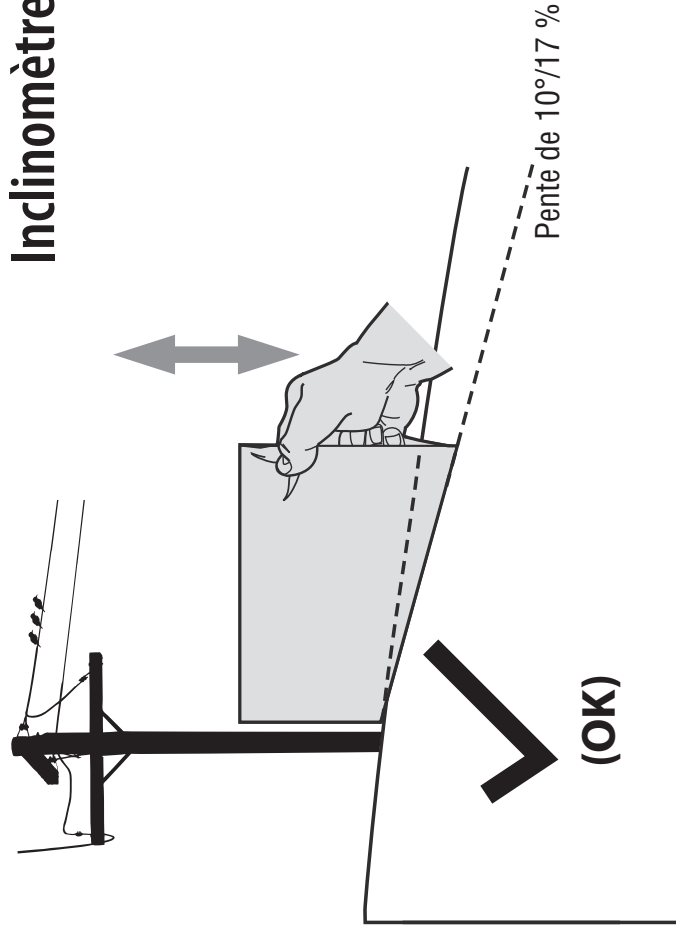

Figure 1
3. Alignez l'un des côtés de l'inclinomètre avec l'objet (consultez la Figure 1 et la Figure 2).
4. Ajustez l'inclinomètre vers le haut ou vers le bas jusqu'à ce que le coin gauche touche la pente (consultez la Figure 1 et la Figure 2).